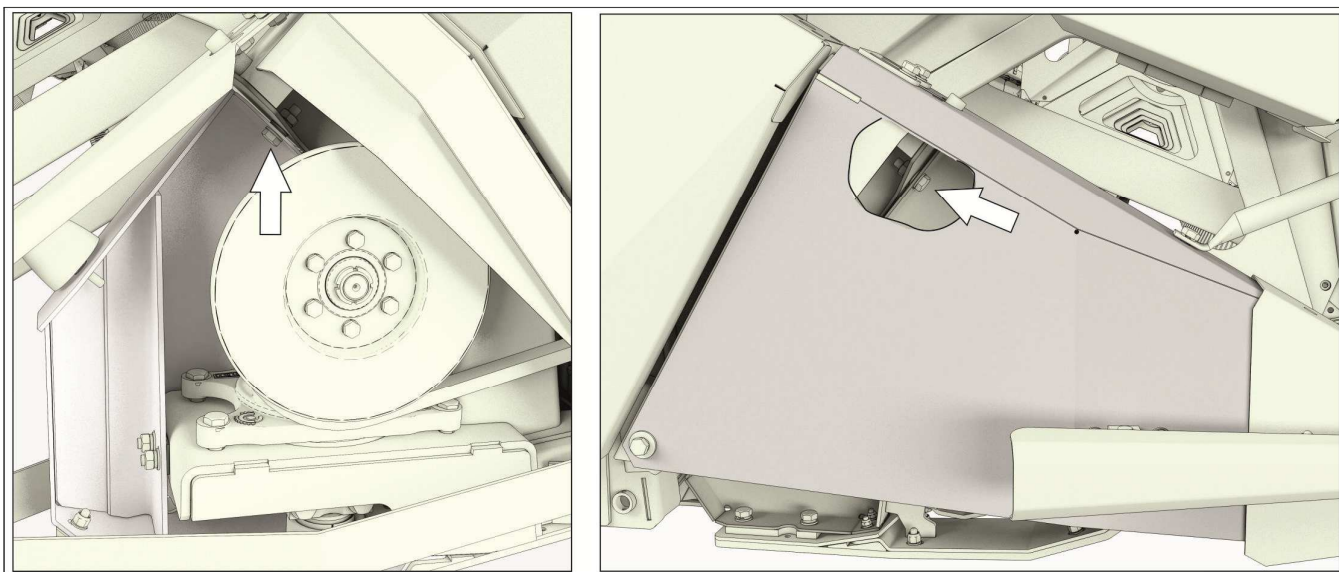

Рисунок 6.12 – Переоборудование жатки
ВНИМАНИЕ! ЖАТКА ОТГРУЖАЕТСЯ ПОТРЕБИТЕЛЮ С ЗАКРЕПЛЕННЫМИ К КАРКАСУ ПЕРЕДНИМИ ПЛАВАЮЩИМИ ОПОРАМИ И ПОДВИЖНЫМИ БОКОВИНАМИ. ДЛЯ УБОРКИ СОИ В РЕЖИМЕ «С ПЛАВАЮЩИМ НОЖОМ» НЕОБХОДИМО ДЕМОНТИРОВАТЬ КРЕПЛЕНИЕ И ПЕРЕВЕСТИ РЕЖУЩИЙ АППАРАТ В ПЛАВАЮЩЕЕ ПОЛОЖЕНИЕ (рисунок 6.12).
2) открепить болтокрепезж крепления подвижных боковин режущего аппарата к каркасу с обеих сторон жатки (рисунок 6.12);
2) зафиксировать рычаги и подвижные боковины режущего аппарата на каркасе жатки болтокрепезом (рисунок 6.12). При этом режущий аппарат примет положение, показанное на рисунке 6.16;